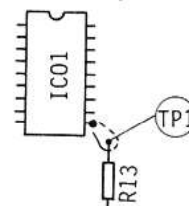

Fig. 10 Abb. 10
### (HT-356) (Fig. 10)
- (1) Den Drehzahlwähler auf 45 UpM einstellen.
- (2) R101 langsam drehen, bis die Stroboskopmarkierungen stillzustehen scheinen.
- (3) Danach den Drehzahlwähler auf 33-1/3 UpM einstellen und R102 auf die gleiche Weise abgleichen.
**(HT-356) (Abb. 10)**
**(HT-356) (Fig. 10)**